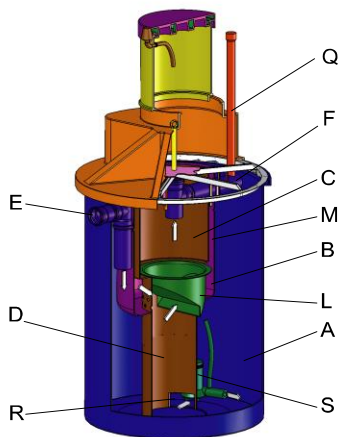

Рис. 5. Аэратор
Очищенная на 50-60% сточная вода самотеком через выходной патрубок поступает на станцию аэрации (Рис. 5).
После предварительной обработки в септике-отстойнике сточная вода через входной трубопровод E (Рис. 5) поступает в азротенк для дальнейшей очистки. В емкости «А» азротенка вода насыщается кислородом воздуха (азрируется) при помощи погружного насоса (S).
Аэрированная смесь перетекает из емкости окисливания-нитрификации «А» (Рис. 5) в емкость «В», через первую серию отверстий (Т1), проделанных в верхней части ускорителя (М) и стекает по вертикали вниз. В нижней зоне емкости «В» поток перетекает в емкости (С) и (D) через серию отверстий (Т2).